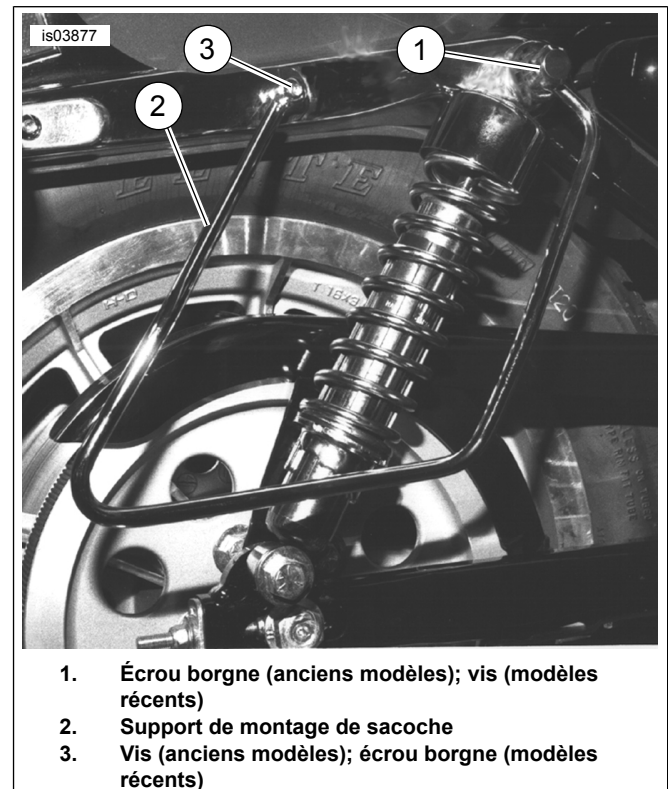

Figure 2. Installation de l'attache de support de sacoche souple
3. Voir Figure 2. Retirer le boulon à tête bombée O. E. et l'écrou situés le plus en avant (au 3) du couvercle de support de garde-boue. Mettre de côté le boulon mais conserver l'écrou pour l'installation ultérieure.
3. Voir Figure 2. Retirer le boulon à tête bombée O. E. et l'écrou situés le plus en avant (au 3) du couvercle de support de garde-boue. **Sur les modèles de 2000 à 2003**, mettre de côté le boulon mais conserver l'écrou pour l'installation ultérieure. **Sur les modèles de 2004 et plus récents SAUF XL 1200N**, mettre de côté le boulon et l'écrou. **Sur les modèles XL 1200N**, mettre de côté le boulon mais conserver l'écrou pour l'installation ultérieure.